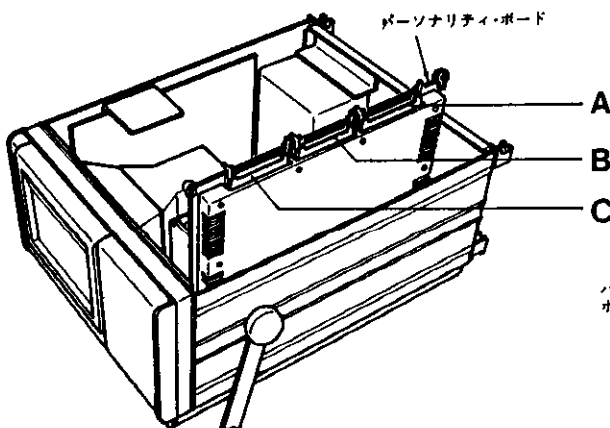

図 1
2. 図1に示しますように、パーソナリティ・ボードを装着または交換します。